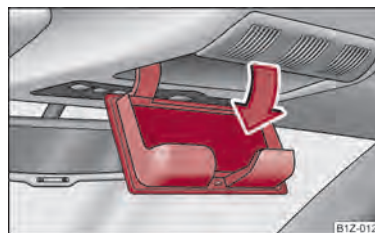

Fig. 81 Escotadura del revestimiento interior del techo: Compartimento guardagafas
- Presione la tapa del compartimento guardagafas; éste se abrirá hacia abajo ⇒ fig. 81.